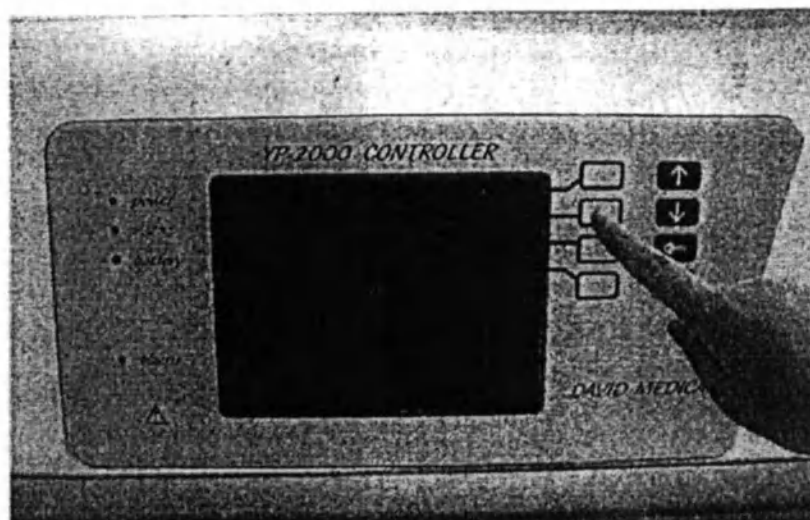

Рисунок 6-1, Клавиша калибровки концентрации кислорода.
1. Нажать вторую сверху программную клавишу (Рисунок 6.1), включить выключатель контроллера.